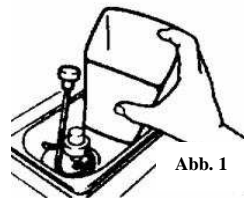

Abb. 1
- Schwenken Sie das Saugrohr/Saugschlauch hoch und nehmen Sie den Sahnetopf heraus. (Abb. 1)